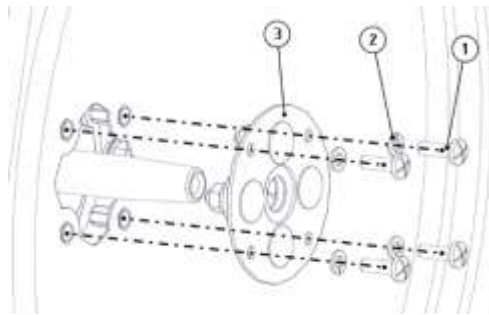

Рис. 26 – Демонтаж сальника
4. Открутить 4 винта М5 (поз.1, рис. 26) вместе с шайбами (поз.2, рис. 26) удерживающих сальник (поз.3, рис. 26), снять сальник движением на себя